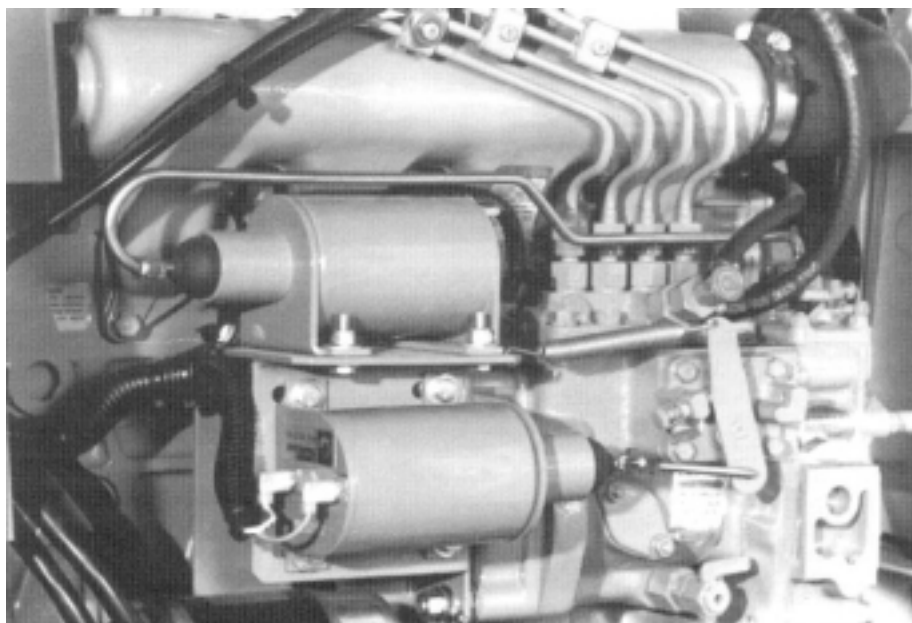

Рисунок 11. Работа соленоидов двигателя
Хотя в агрегатах с микропроцессорным управлением используются те же топливные соленоиды и соленоиды управления скоростью, что и в предыдущих моделях, обратите внимание на то, что плунжер соленоида управления скоростью обращен в сторону компрессора (рис. 11). Это означает, что для перевода двигателя на высокие обороты (1700 об/мин) соленоид управления скоростью должен быть включен. Как видно на схеме, микропроцессор включает реле скорости (SR) для перевода двигателя на высокие обороты. Эти особенности отличают микропроцессорный контроллер от электромеханического.